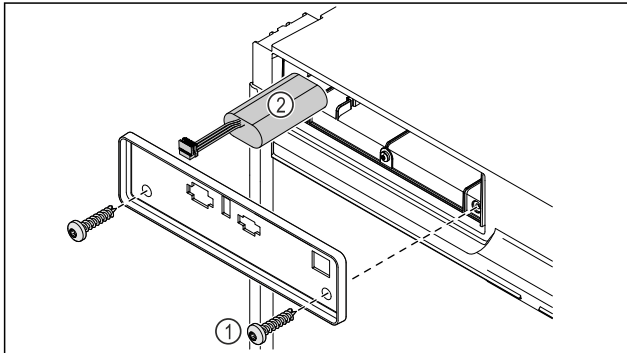

Fig. 200
- ▶ Открутите винты и снимите крышку с задней стороны устройства Fig. 200 (1).
- ▶ Отсоедините и извлеките аккумуляторную батарею Fig. 200 (2).